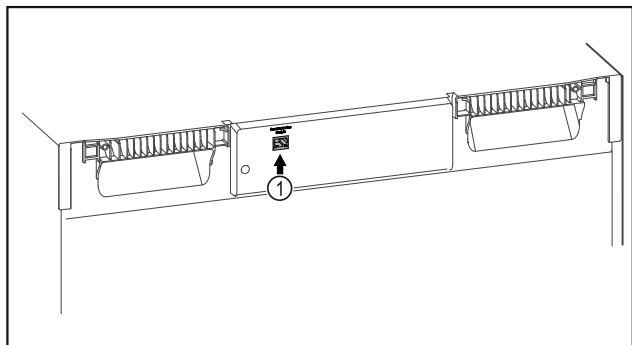

Fig. 72
- ☐ SmartModule Fig. 72 (1) inserito.